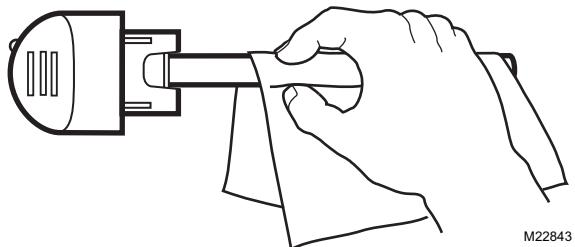

Fig. 7. Utilice un paño para quitar las huellas digitales del vidrio.
10. Si toca el vidrio de la lámpara, utilice un paño para quitar las huellas digitales del vidrio. Vea la Fig. 7.
7. Si toca el vidrio de la lámpara, utilice un paño para quitar las huellas digitales del vidrio. Vea la Fig. 7.